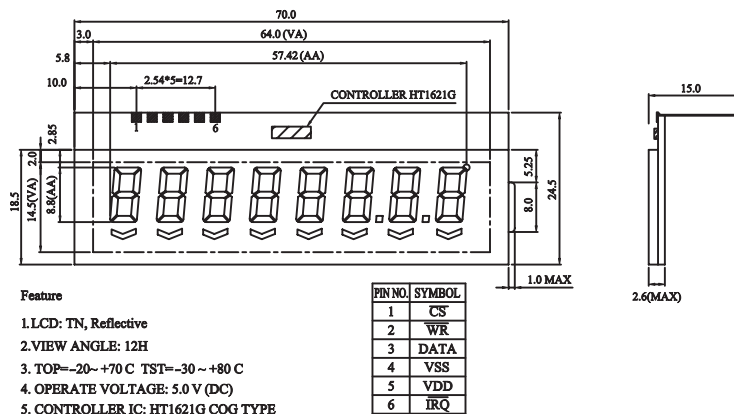
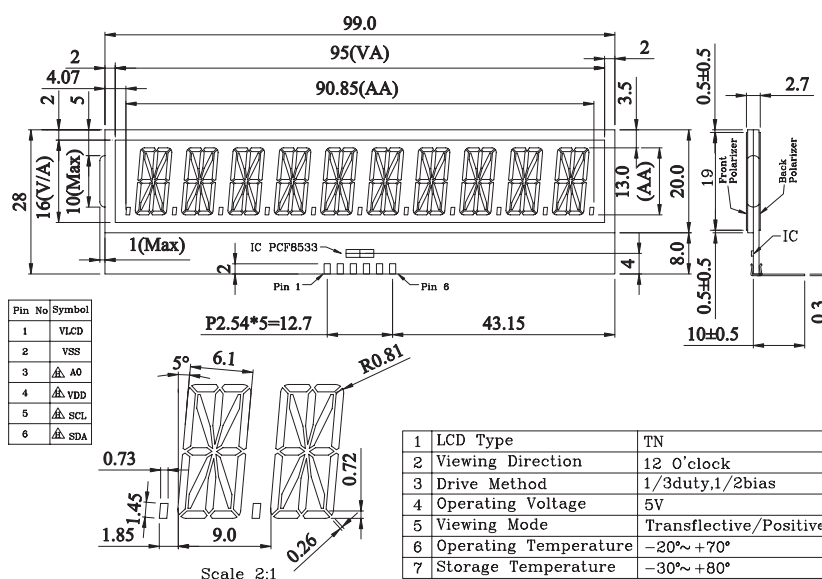

Рис. 2. 7-сегментный ЖКИ BO0801ATRNV
Рис. 3. 16-сегментный ЖКИ WNG009-ZBK
1. **7/16 сегментные ЖКИ.** Предназначены для вывода цифровой (см. рис. 2) или алфавитно-цифровой (см. рис. 3) информации.